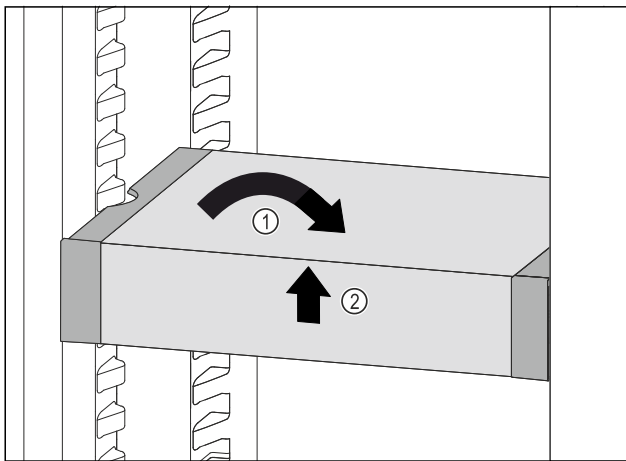

Fig. 126
- ▶ VarioSafe gerade stellen. Fig. 126 (1)
- ▶ VarioSafe vorne anheben. Fig. 126 (2)